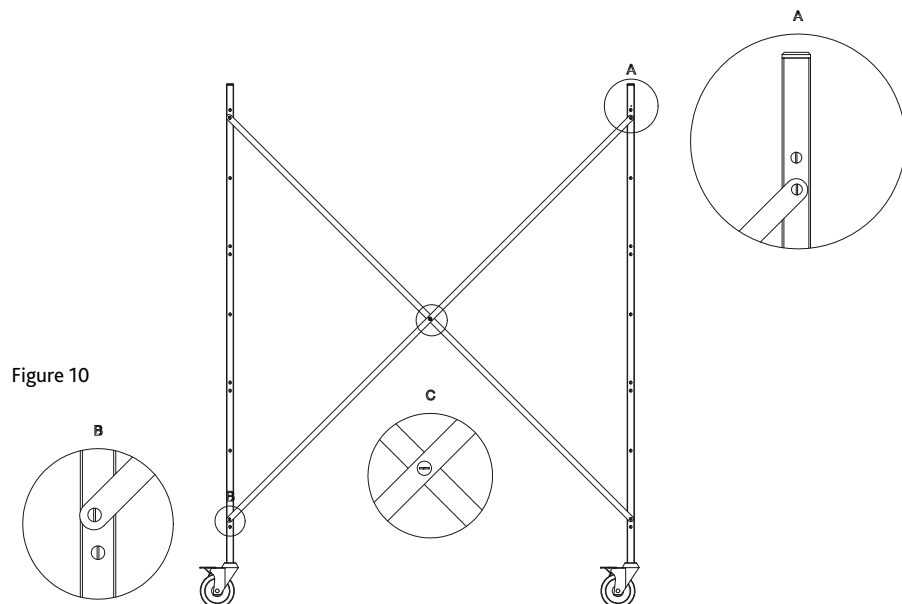

Figure 10
- schroef de bestaande schroeven langs een kant van de ladders los en monteer het geheel opnieuw door de twee verstevingen diagonaal te plaatsen: afbeelding 10.